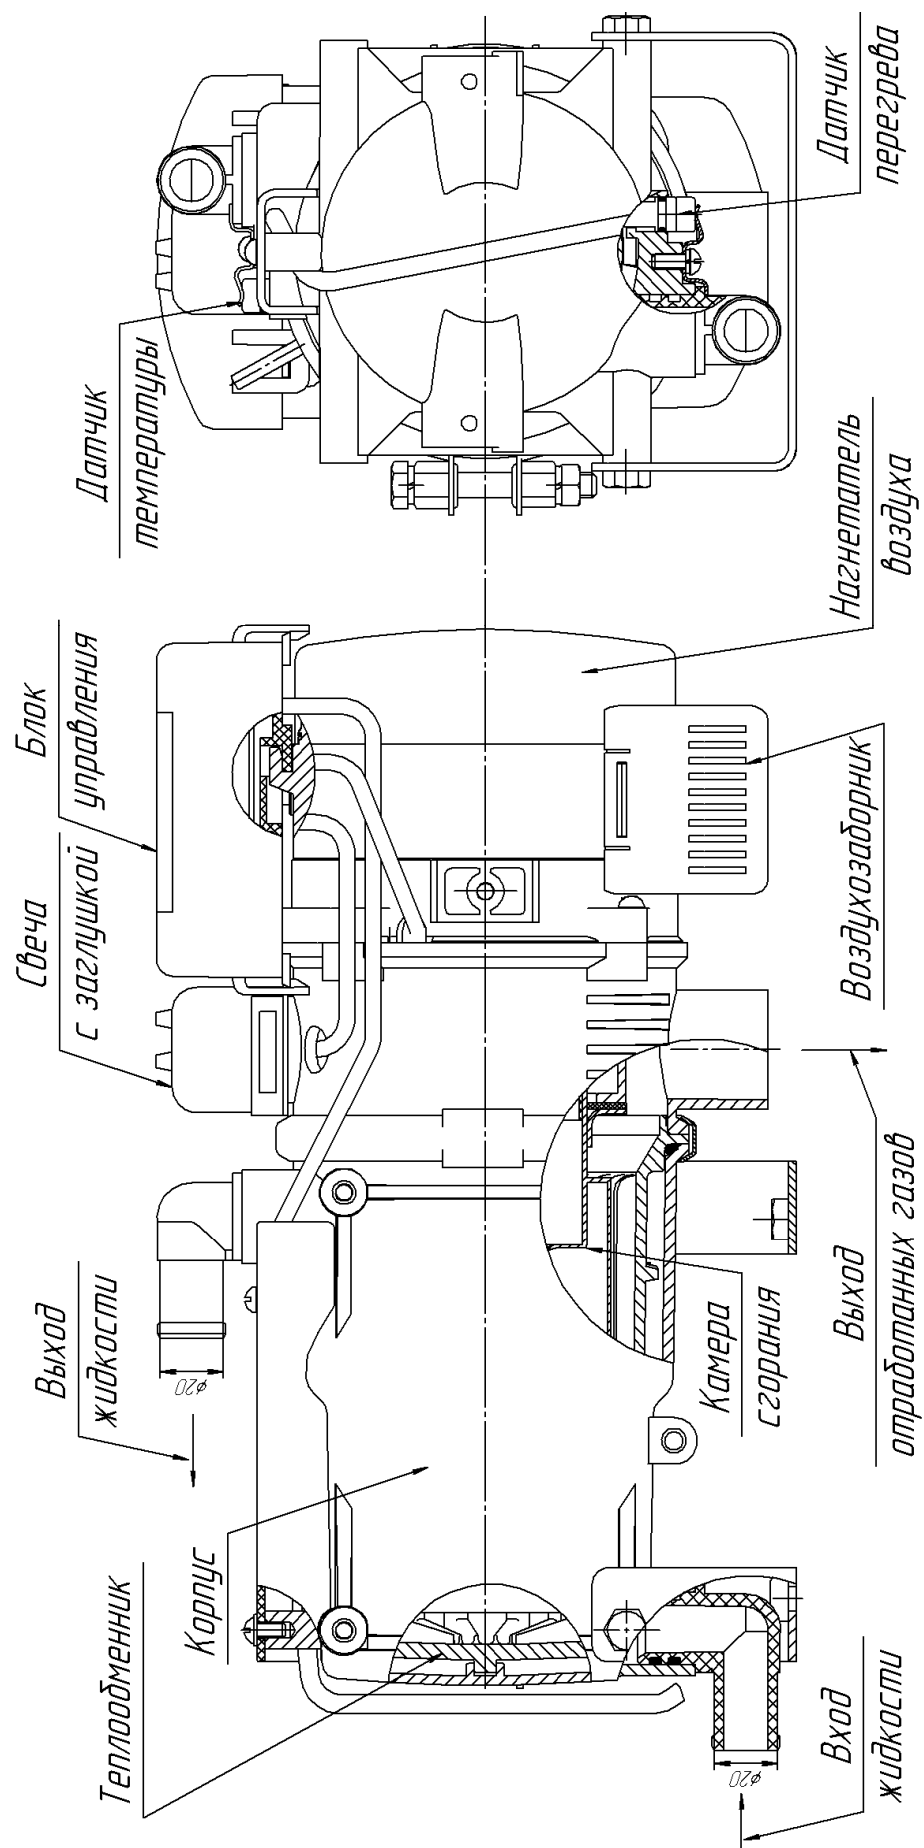

Рис. 4.3 – Основные узлы нагревателя
- нагреватель (основные узлы нагревателя показаны на рис. 4.3);